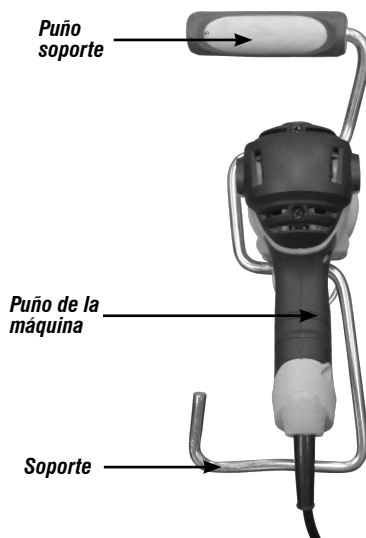

Fig. 4 – Montaje de la empuñadura en el soporte
- Encaje el soporte del mezclador con la empuñadura soporte del lado opuesto de la empuñadura del taladro, según muestra la Fig. 4.